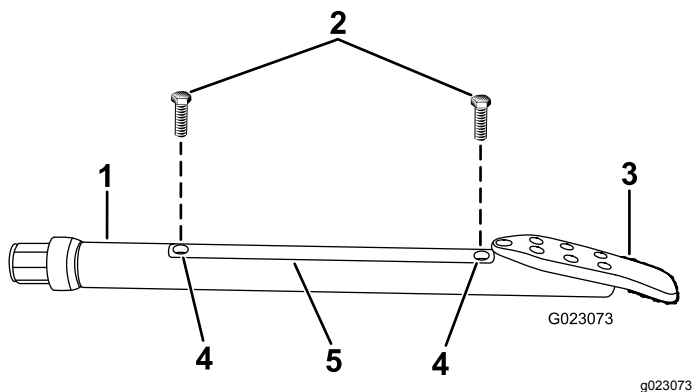

Figura 58
2. Solte os parafusos de fixação da tampa do alojamento e retire a tampa (Figura 58).
4. Instale a tampa do alojamento e fixe-a com os parafusos (Figura 58).